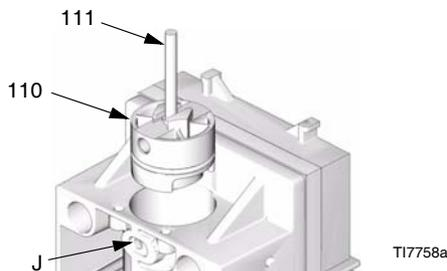

FIG. 10. Retire los topes del pistón
3. Vea la FIG. 10. Retire los pasadores de retención (111) de sus orificios (J). Invierta los pasadores y deslice las cabezas en las ranuras de los topes del pistón (110). Utilice los pasadores para sacar los topes del pistón.